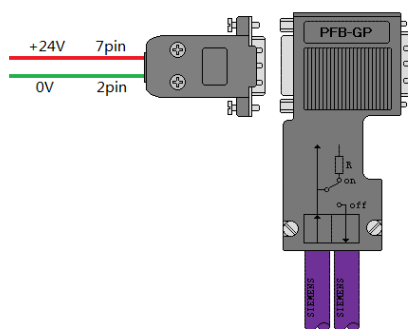

图 6-2 PFB-GP 外接电源的方法
- 可使用带编程口的隔离型总线连接器 PFB-GP，如图 6-2 所示，从该连接器的编程口插座（DB9F）的 7 脚和 2 脚上输入 24VDC 电源，7 脚为正极，2 脚为负极，不能接错。由于 PFB-GP 内部已有 DC/DC 隔离电源模块将输入的 24VDC 电源进行了隔离，所以 24VDC 电源可取自任意设备而无需担心电源共地干扰等问题。